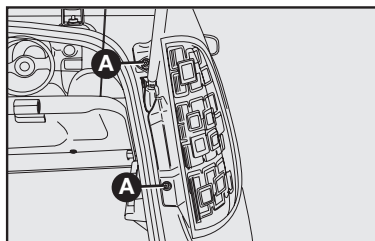

fig. 18
1) Saque los dos tornillos **A-fig. 18** usando llave específica (no suministrada). Tire del grupo de luces hacia fuera hasta que se suelte de las dos trabas.
5) Recoloque el grupo de luces traseras, apretando los tornillos **A-fig. 18**.